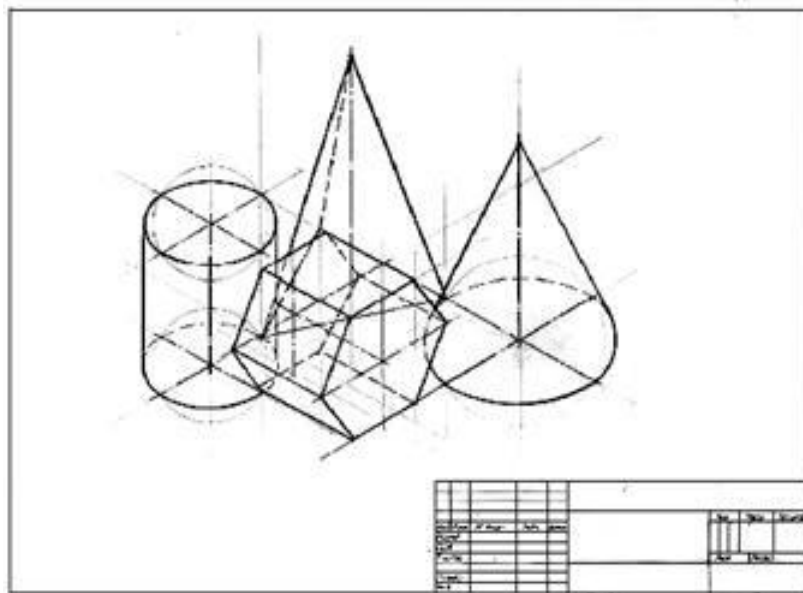

Рис.19 Пример выполнения практической работы
7.Проверьте правильность построений. Обведите чертеж, рис. 19..